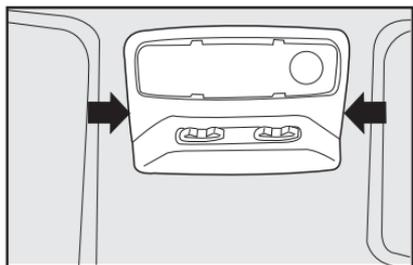

fig. 64
Algunas versiones pueden presentar otro tipo de conjunto de luz interna, como el representado en las **figs. 64 y 65**.
- con un destornillador en los puntos indicados por las flechas, saque el conjunto de luz interna montado a presión por las trabas **fig. 64**;